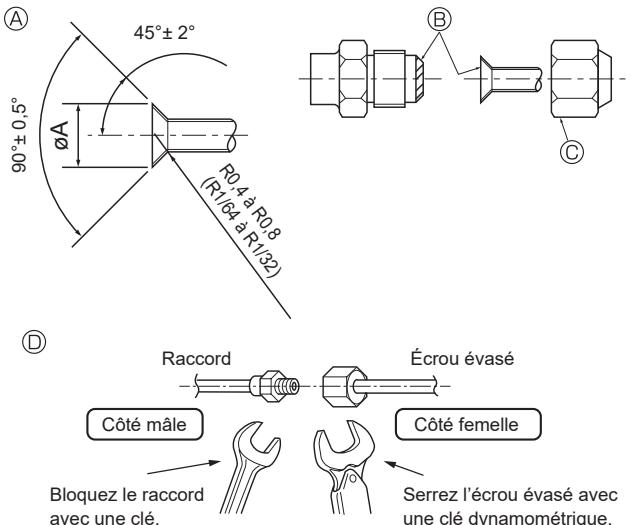

Fig. 4-1
4.2. Connexion des tuyaux (Fig. 4-1)
④ Couple de serrage du raccord conique